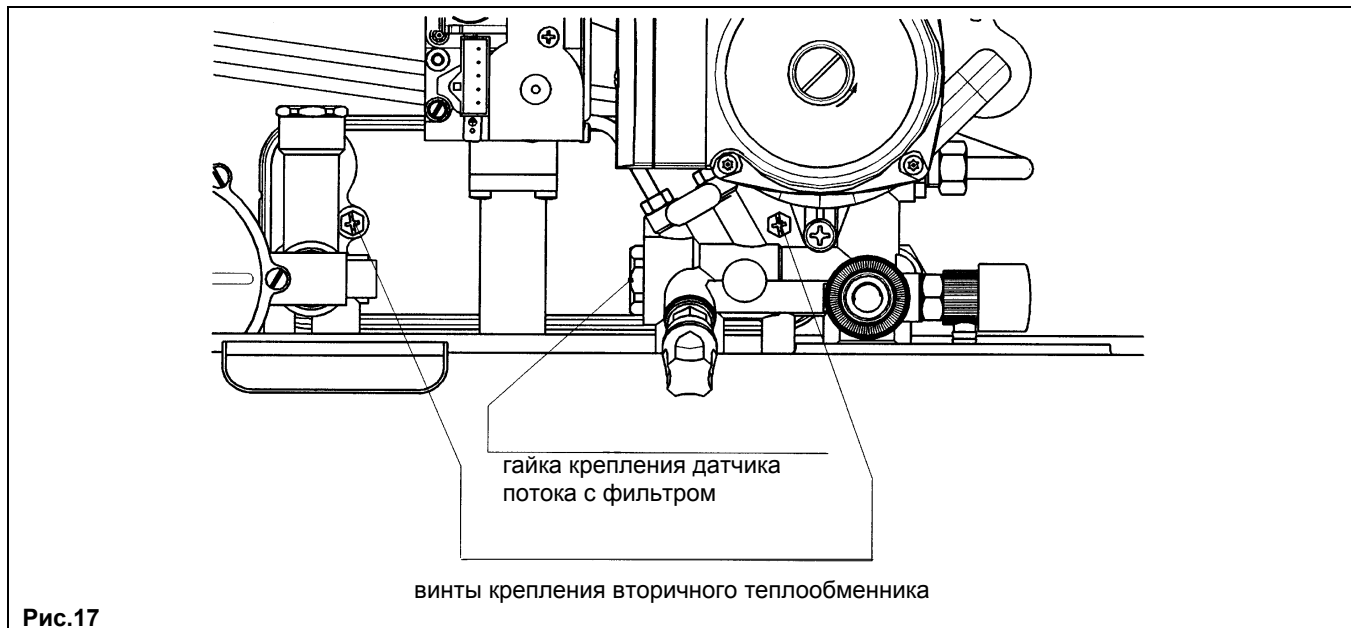

Рис.17
- отвинтите два винта (прямо перед вами), крепящие теплообменник ГВС, и выньте его (рис.17).
- отверните гайку крепления датчика потока воды (рис.17)